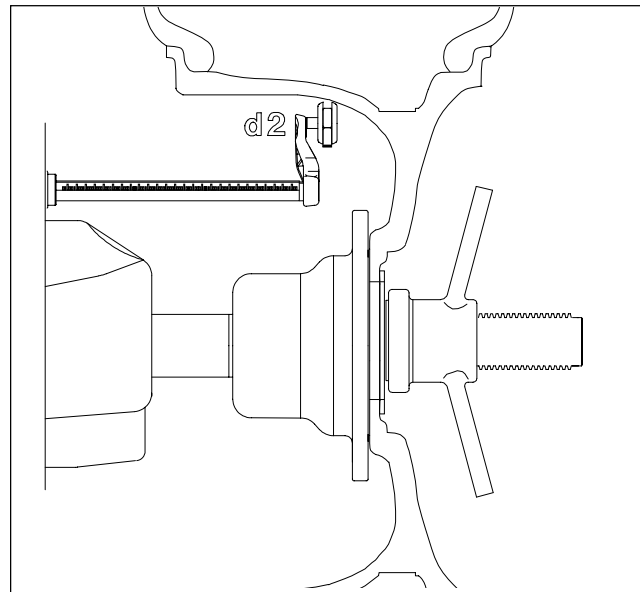

Figure 32
3. Déplacer le bras paramètre dans la position poids droit, la machine affiche "**d - 2**" quand le bras se déplace. Voir Figure 32. La sonnerie haute se déclenche quand les dimensions sont entrées. Ramener le bras de mesure à la position de repos, la sonnerie basse indiquera qu'il est possible de continuer.